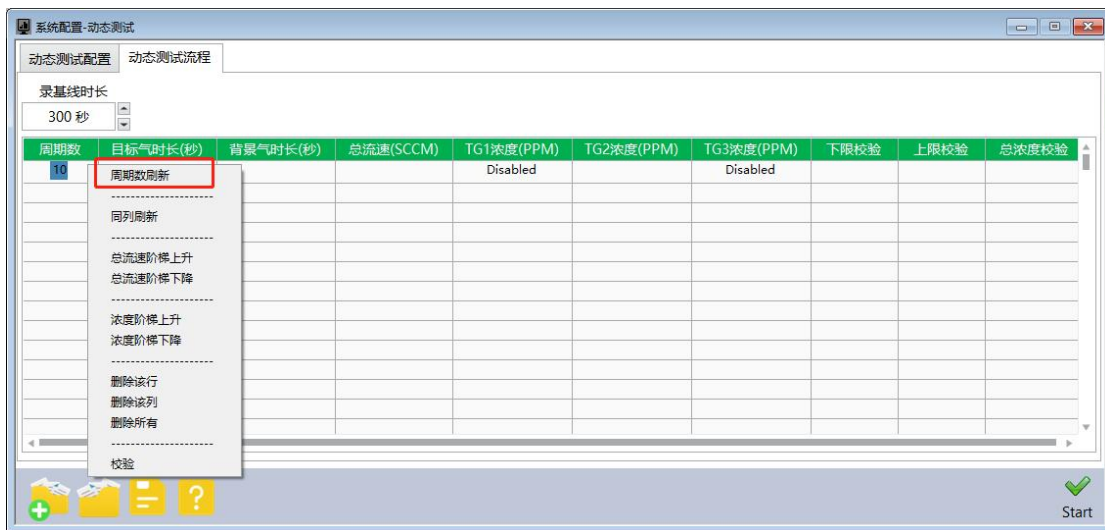

图 8
2.4.2 输入测试周期数，单击右键，在弹出的选项中左键单击**周期数刷新**（如图 8 所示），程序会自动刷新，随后第一列会显示 1, 2, 3..., 10, 共 10 个周期。